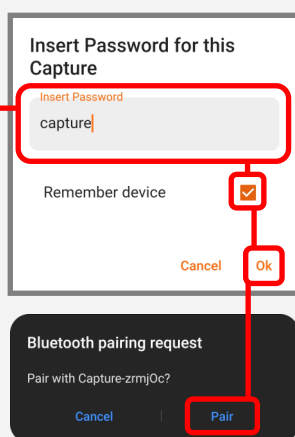

Fig 2
- 2) Inserire la password di default “capture” e premere su ok. (Per sicurezza successivamente si consiglia di cambiarla). Lo smartphone chiederà di associare il dispositivo bluetooth. Acconsentire. Fig 2